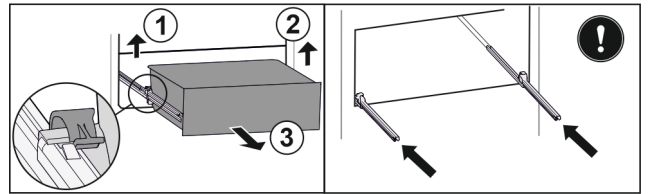

Fig. 64
- ▶ Nadvihnite ľavú svorku a súčasne ťahajte zásuvku vľavo dopredu. Fig. 64 (1)
- ▶ Nadvihnite pravú svorku a súčasne ťahajte zásuvku vpravo dopredu. Fig. 64 (2)
- ▶ Odoberte zásuvku dopredu. Fig. 64 (3)